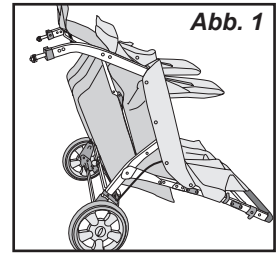
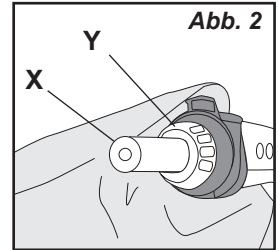

Abb. 1
Abb. 2
1. Legen Sie das zusammengelegte Kinderwagen-Rahmengestell (A) auf einen sauberen Untergrund, und zwar mit der Griffstange (1) nach oben und den vorderen Fußstützen (2) auf dem Boden (Abb. 1).
2. Befestigen Sie das Verbindungsgestänge der Hinterachsen (C) am Kinderwagen (Abb. 2).
- Positionieren Sie das Verbindungsgestänge der Hinterachsen (C) mit dem Bremsschlauch 3 nach oben und führen Sie das Ende des Verbindungsgestänges der Hinterachsen zu den hinteren Gestellfüßen.
- Schieben Sie das Verbindungsgestänge der Hinterachsen (C) auf die unteren Enden der hinteren Gestellfüße (4) bis an die Spannstifte. Drücken Sie auf die Spannstifte und schieben Sie das Verbindungsgestänge der Hinterachsen (C) auf die hinteren Gestellfüße (4), bis die Spannstifte in die Löcher des Verbindungsgestänges der Hinterachsen (C) einrasten.
- Ziehen Sie am Verbindungsgestänge der Hinterachsen (C), um zu überprüfen, ob es an den hinteren Gestellfüßen befestigt ist.
1. Das Loch in der Hinterradachsenstange (B) an den Löchern in ausrichteten Hinterachsrohrbaugruppe (C). Schieben Sie das Hinterrad mit Achse B in die Hinterachsrohrbaugruppe (C) einführen, bis sie einlöchert Hinterachsstange fluchtet mit Bohrung im Hinterachsrohr (Abb. 1).
2. Führen Sie die Schraube (H) M6 x 34 mm durch das Hinterachsrohr Baugruppe (C) und Hinterachsstange bis die Schraube unten herauskommt Hinterachsrohr (C) (Abb. 2).
2. Tipp Kinderwagen auf die Hinterräder, bis der Griff Kontakte zurück Boden (Abb. 1).
3. Sammeln Sie alle Teile für die Montage erforderlich. lokalisieren M6 x 25 Schulterschraube (K), die Sicherungsscheibe (L), und Unterlegscheibe (M) im Teilebeutel. Wir liegen vorne Radmontage (D).
4. Schutzverpackungsmaterial von vorne Beiträge Rad (Abb. 2).
1. Position hinten Korb Rohr (G) mit gekrümmten Biegung (W) nach unten (Abb. 1).
2. Die hintere Korb auf den Kinderwagen Sichern von Verschieben der Enden der hinteren Korb Tube auf die bis die Enden Rohre an der Seite des Kinderwagenrahmen Kontakt mit den Federknöpfe (Abb. 1).
3. Drücken Sie die Federknöpfe ① und schieben Sie den hinteren Korb Rohr auf die Rohre ② bis die Feder Tasten sperren in die Löcher in der Rück Korb Rohr (Abb. 2).
4. Ziehen Sie auf dem hinteren Korb Rohr, das zu überprüfen es sicher ③ befestigt ist (Abb. 2).
2. Armstangenpfosten (1) in das Loch hineinschieben die Armstangenbasis (2), bis sie einrastet Platz. Wiederholen Sie dies auf der anderen Seite (Abb. 2).